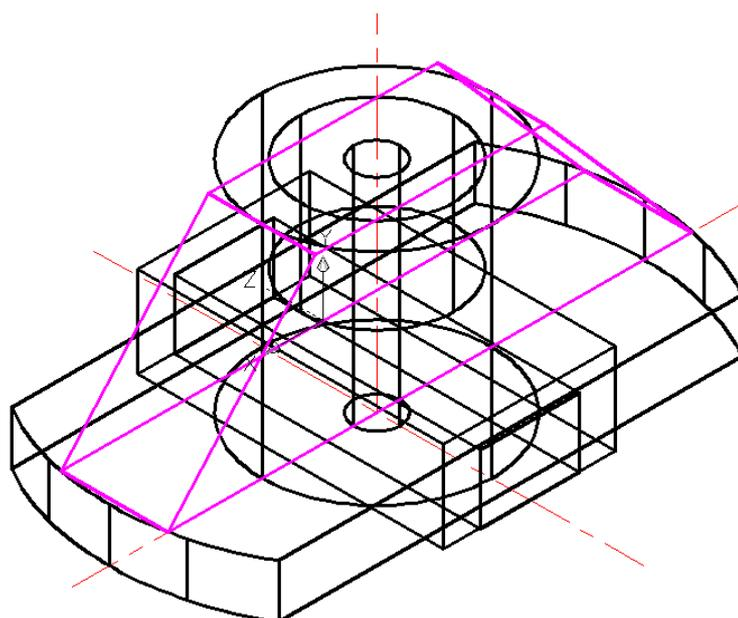

Рис.16
6. Все геометрические тела, из которых состоит деталь, получены. Теперь можно приступить к их взаимодействию. Для этого включаем все слои, кроме DPOST (рис.16).